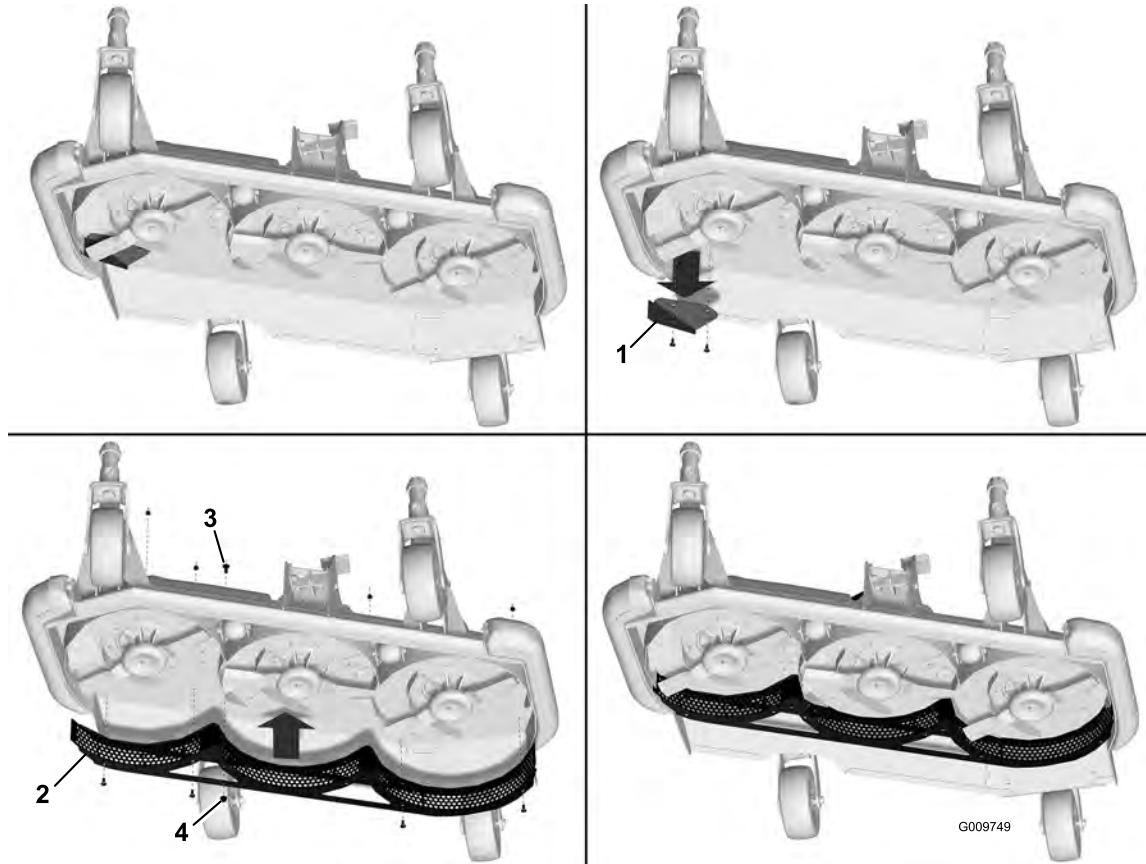

Figure 2
1. Enlevez le déflecteur sur le côté droit du plateau de coupe (Figure 2). Mettez de côté le déflecteur et les fixations afin de permettre le remontage sur le plateau après le retrait du kit de mulching pour feuilles.